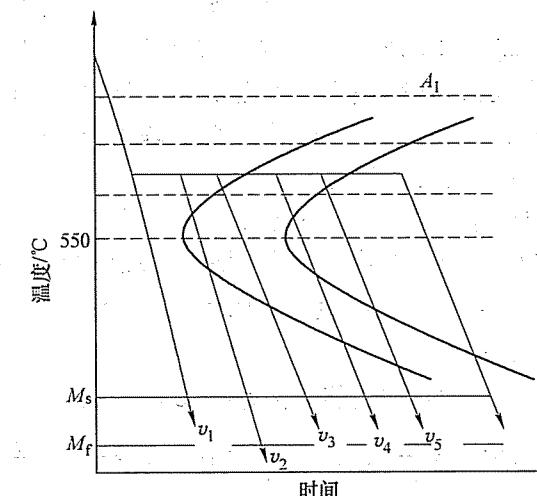

图 22-3 第四题第 2 小题图
(1) 若以图 22-3 所示的 v_1 、 v_2 、 v_3 、 v_4 、 v_5 和 v_6 的速度进行冷却, 各得到什么组织?
(2) 如将 v_1 冷却后的钢重新加热至 530°C, 经保温后冷却后又将得到什么组织? 力学性能有何变化?
(3) 论述影响钢的淬透性的因素。